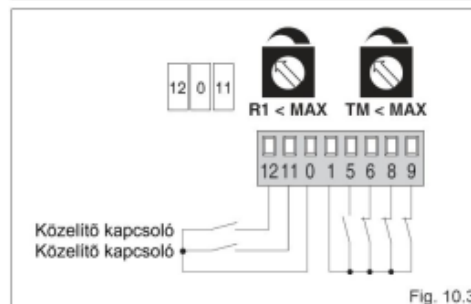

Fig. 10.3
- (Fig. 10.3) Az ajtószárny nekinyomódik a mechanikai végállásoknak, és akadályra ellenirányú mozgást végez.